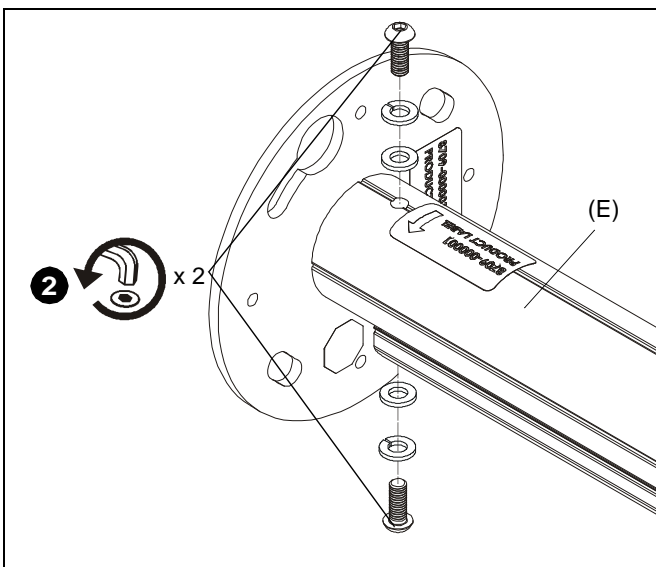

Abb. 2
2. Entfernen Sie zwei Halbrundkopfschrauben, zwei Sicherungsscheiben und zwei flache Unterlegscheibe, die die Säule der KITE-Serien-Halterung (E) an der Adapterplatte fixieren. (siehe Abb. 2)